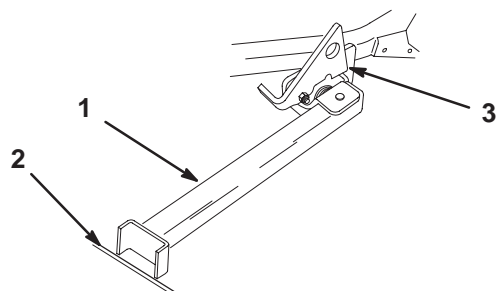

Figure 16
4. Posez le pied du support sur le sol et appuyez le verrou sur la languette de pivot (Fig. 16).
Remarque : Pour de meilleurs résultats, placez le pied du support dans des anfractuosités du trottoir ou du gazon (Fig. 16).
6. Montez la machine sur le support. Arrêtez-vous quand le verrou retombe sur la languette en position verrouillée (Fig. 16). Lorsque la machine est sur le support, serrez le frein de stationnement et arrêtez le moteur.